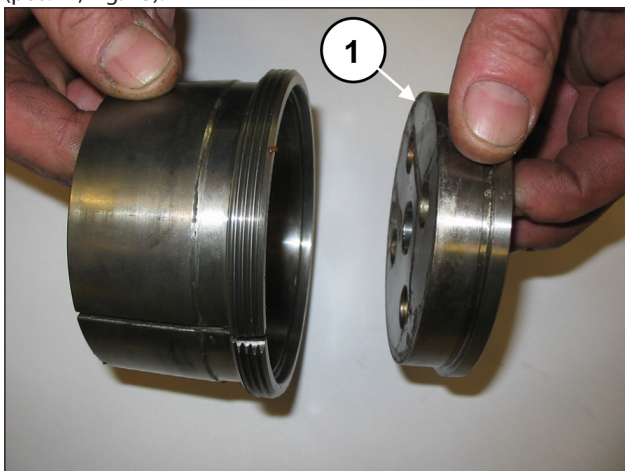

Fig. 23
Solte os parafusos das duas coberturas do porta-rolamento (pos. ①, Fig. 23).